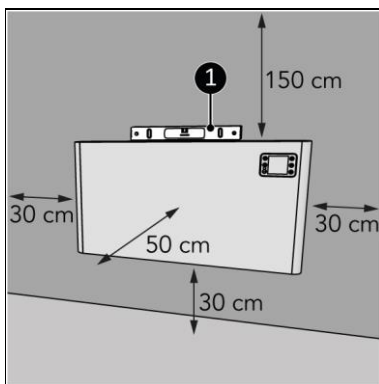

Figure 8
1. Placez l'appareil sur une surface verticale et solide. Utilisez un niveau à bulle pour placer l'appareil (Figure 8, pos. 1).
2. Placez l'appareil en respectant une distance minimale (Figure 8) de :